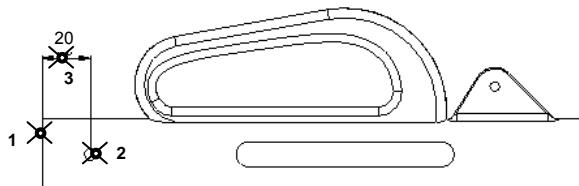

图 10.5.3 “新参照”尺寸标注
下面以图 10.5.3 所示的零件模型 body 为例，说明在模型上创建草绘“新参照”尺寸的一般操作过程。
Step2. 在图 10.5.4 所示的 **ATTACH TYPE (依附类型)** 菜单中选择 **Midpoint (中点)** 命令，然后在图 10.5.3 所示的 1 点处单击（1 点在模型的边线上），以选取该边线的中点。
Step3. 在图 10.5.4 所示的“依附类型”菜单中选择 **Center (中心)** 命令，然后在图 10.5.3 所示的 2 点处单击（2 点在圆的弧线上），以选取该圆的圆心。
Step4. 在图 10.5.3 所示的 3 点处单击鼠标中键，确定尺寸文本的位置。